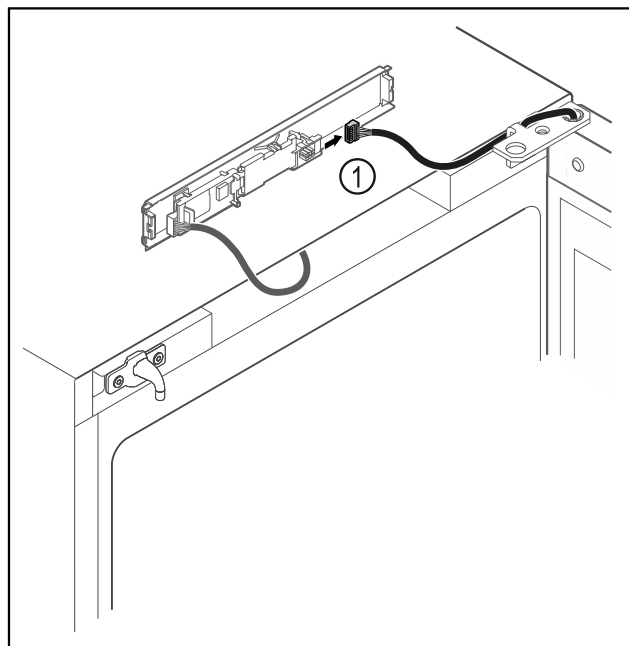

Fig. 13
- Lossa kontakten Fig. 13 (1) från kretskortet.